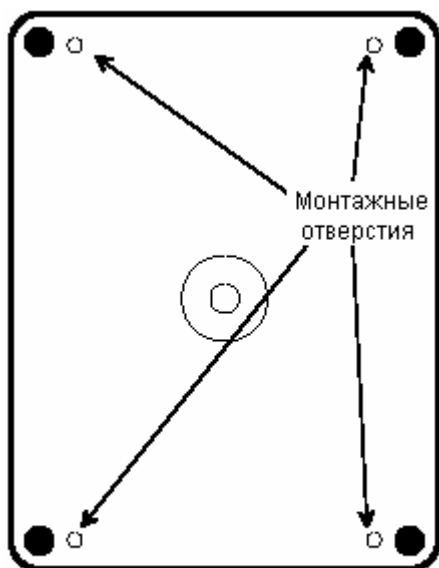

Рис.7
- установите в выбранном месте на стене корпус ретранслятора (рис.7),